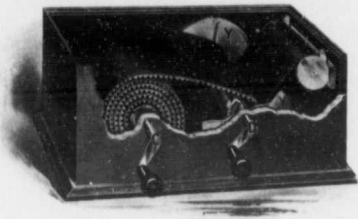
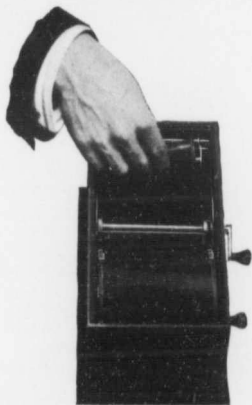

FIG. 1.
FIG. 3.
5. Insérez la bobine de pellicules dans le porte-bobines (fig. 3) et serrez le bras mobile sur le bout de la bobine. Faites en sorte que le papier doublure se déroule par en haut ("B" fig. 1).